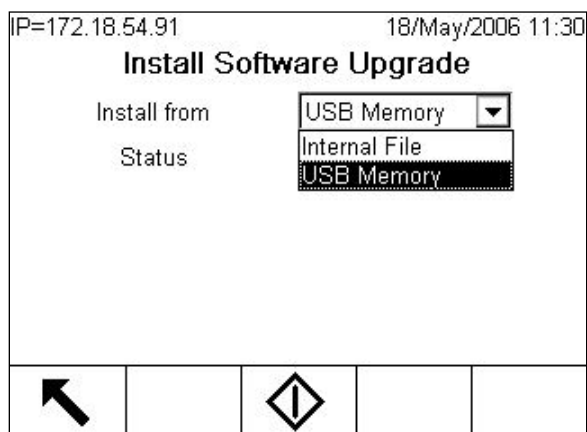

Figura 4-5: Aggiornamento del firmware da memoria USB
5. Dopo avere selezionato la casella Installa da, premere INVIO e utilizzare il tasto freccia GIÙ per evidenziare Memoria USB, come mostrato nella Figura 4-5, quindi premere INVIO per selezionare.